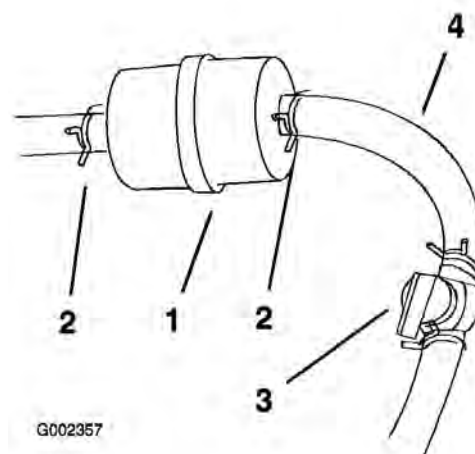

Figure 40
4. Fermez le robinet d'essence (Figure 40).
5. Pincez les extrémités des colliers et faites glisser ceux-ci pour les éloigner du filtre (Figure 40).
7. Posez un filtre neuf et rapprochez les colliers de fixation du filtre (Figure 40).
3. Fermez le robinet d'essence (Figure 40).
4. Desserrez le collier de serrage au niveau du filtre à carburant et éloignez-le du filtre en le poussant le long de la conduite d'alimentation (Figure 40).
5. Débranchez les conduites d'alimentation du filtre à carburant (Figure 40).
Remarque: Laissez l'essence s'écouler dans un bidon ou un bac de vidange (Figure 40).
7. Raccordez la conduite d'alimentation au filtre. Rapprochez le collier de serrage du filtre pour fixer la conduite d'alimentation (Figure 40).